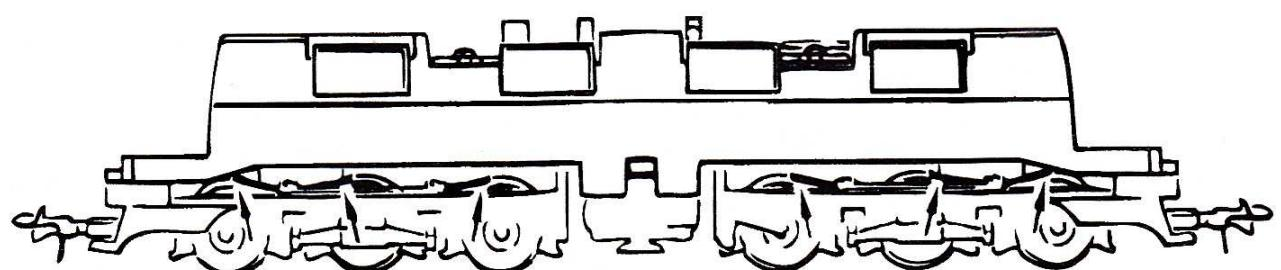

Fig. 10
5. Remplacement des balais du moteur: Démontez la caisse (voir fig. 3.) Démontez ensuite le moteur et échangez les balais (fig. 10).
5. Remplacement des balais du moteur: Démontez la caisse (voir fig 3.) Démontez ensuite le moteur et échangez les balais (fig. 10).